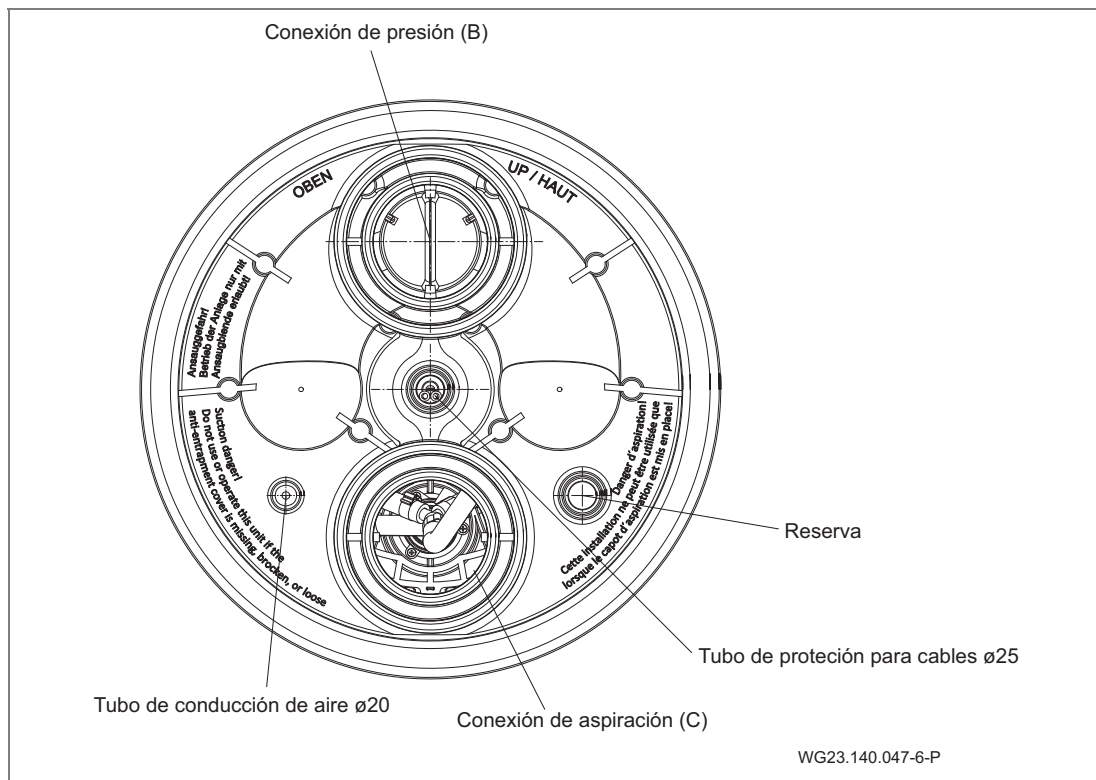

Fig. 15
1. Pegamento del tubo de protección para cables y el tubo de conducción de aire externo. (Fig. 15)